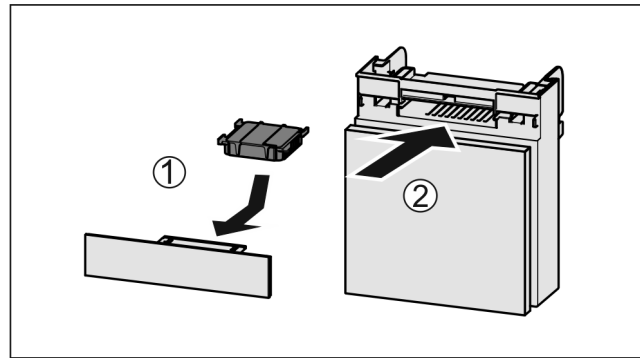

Fig. 45
- ▶ Inserte Fig. 45 (1) el filtro de carbón activado según se indica en la ilustración.
- ▶ Inserte Fig. 45 (2) el compartimiento.